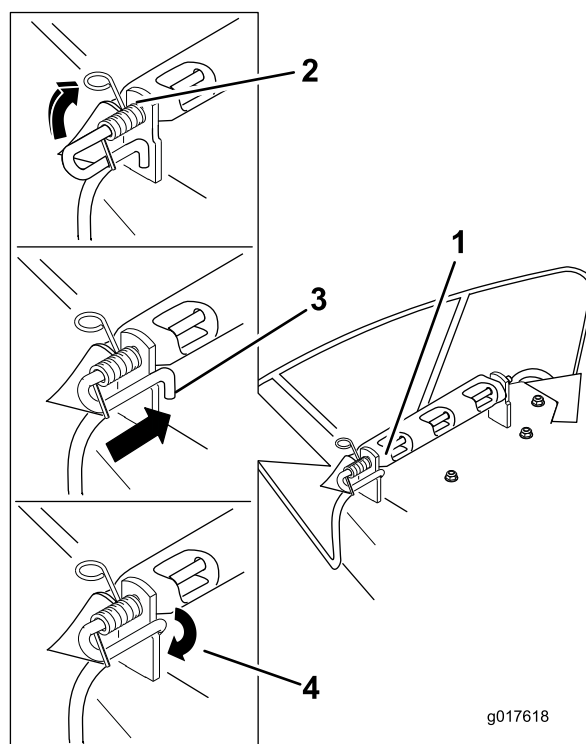

Figura 76
4. Coloque el nuevo deflector de descarga con los extremos de los soportes entre los soportes soldados de la carcasa, según se muestra en la Figura 76.
7. Levante el extremo del muelle que tiene bucle y colóquelo en la muesca del soporte del deflector (Figura 76).
8. Fije el conjunto de varilla y muelle torciéndolo de manera que el extremo corto de la varilla se coloque detrás del soporte delantero que está soldado a la carcasa (Figura 76).